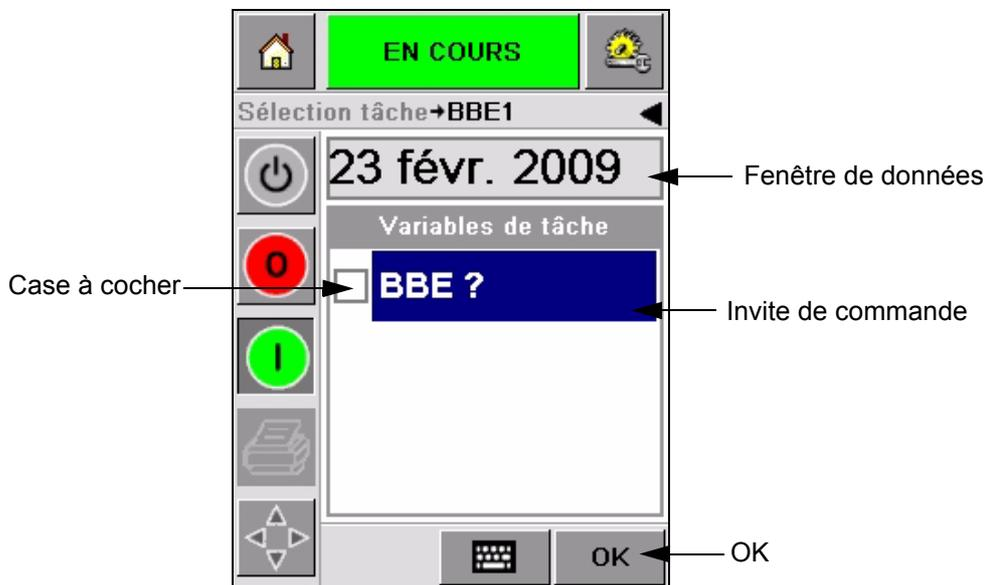

Figure 5-7 : Variables de travail
La case à cocher sur le côté des champs de variables indique quels champs ont et n'ont pas été saisis (Figure 5-7 à la page 5-6).
Pour sélectionner les variables du message à changer, vous devez toucher l'invite de commande s'y rapportant. Cette variable se met ensuite en surbrillance et affiche les données par défaut dans la fenêtre données (Figure 5-7).
La Figure 5-7 montre les variables de travail pour le travail **BBE1** et il y a uniquement la variable de champ DATE (à utiliser comme la date à consommer de préférence avant fin).
- 1 Si la date par défaut affichée dans la fenêtre Données (11 mars 2004) est correcte, touchez l'icône OK et cette date s'imprimera (Figure 5-7).